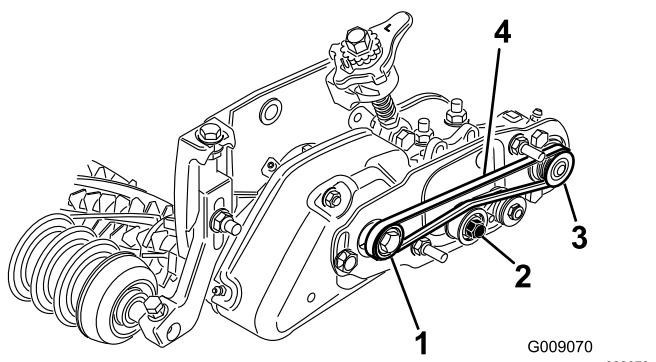

Рисунок 32
- Обведите ремень вокруг **ведомого шкива**, а затем проложите по верхней части натяжного шкива (Рисунок 32).
- Начните надевать ремень на **ведущий шкив** (Рисунок 32).